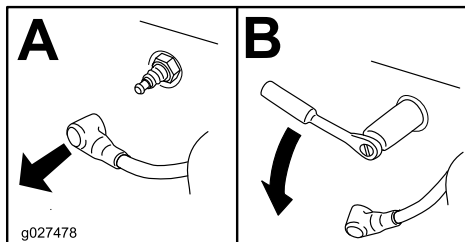

Figura 42
4. Localice y retire la(s) bujía(s), como se muestra en la Figura 42.